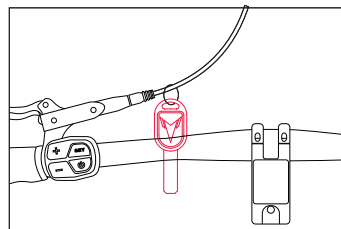

Figure 3
Étape 1: Trouvez les clés situées sur le guidon (fig. 3) et retirez-les. Si vous les coupez sur le guidon, veillez à ne pas endommager les fils.